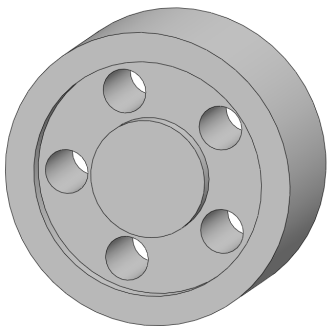

图 14-27 创建拉伸切除特征
(4) 退出草图绘制环境，单击【拉伸切除】按钮，选择新绘制的草图，弹出【切除-拉伸】属性管理器，设置【终止条件】为【完全贯穿】选项，单击【确定】按钮，即可创建拉伸切除特征，如图 14-27 所示。